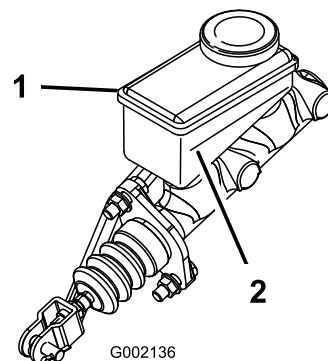

Figure 123
5. Observez le repère de niveau sur le côté du réservoir (Figure 123).
- Versez du liquide de frein DOT 3 dans le réservoir jusqu'à ce que le niveau dépasse le repère minimum (Figure 123).